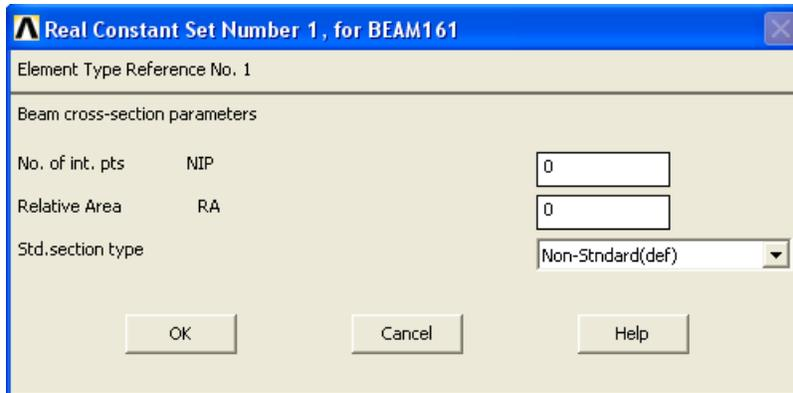

Рисунок 69. Третье окно *Real Constant Set Number*
- Если в третьем разделе *Int.Rule arbitrary section (1-9999)* окна *BEAM161 element type options* задано не нулевое значение (т.е. выбран пункт *Arbitrary* в четвертом разделе), то появится третье окно выбора *Real Constant Set Number 1, for BEAM161* (Рисунок 69), в котором необходимо задать количество точек интегрирования *No. of int. pts NIP* и относительную площадь поперечного сечения *Relative Area RA*. В раскрывающемся списке *Std. Section type* следует выбрать сечение из набора стандартных сечений, либо оставить указанную «по умолчанию» *Non-Standard(def)* и нажать **OK**.